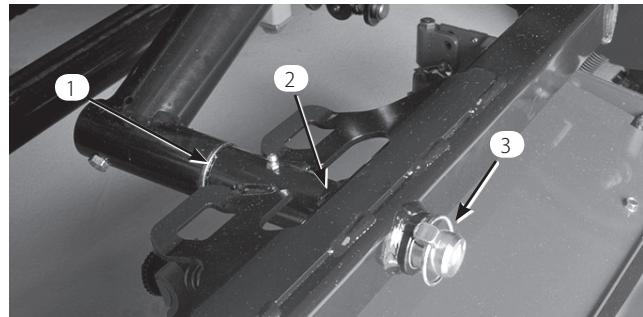

図 15
2. ピボット・ロッドに、カッティングユニットのキャリアフレームを通し、リンチ・ピンで固定する(図15)。